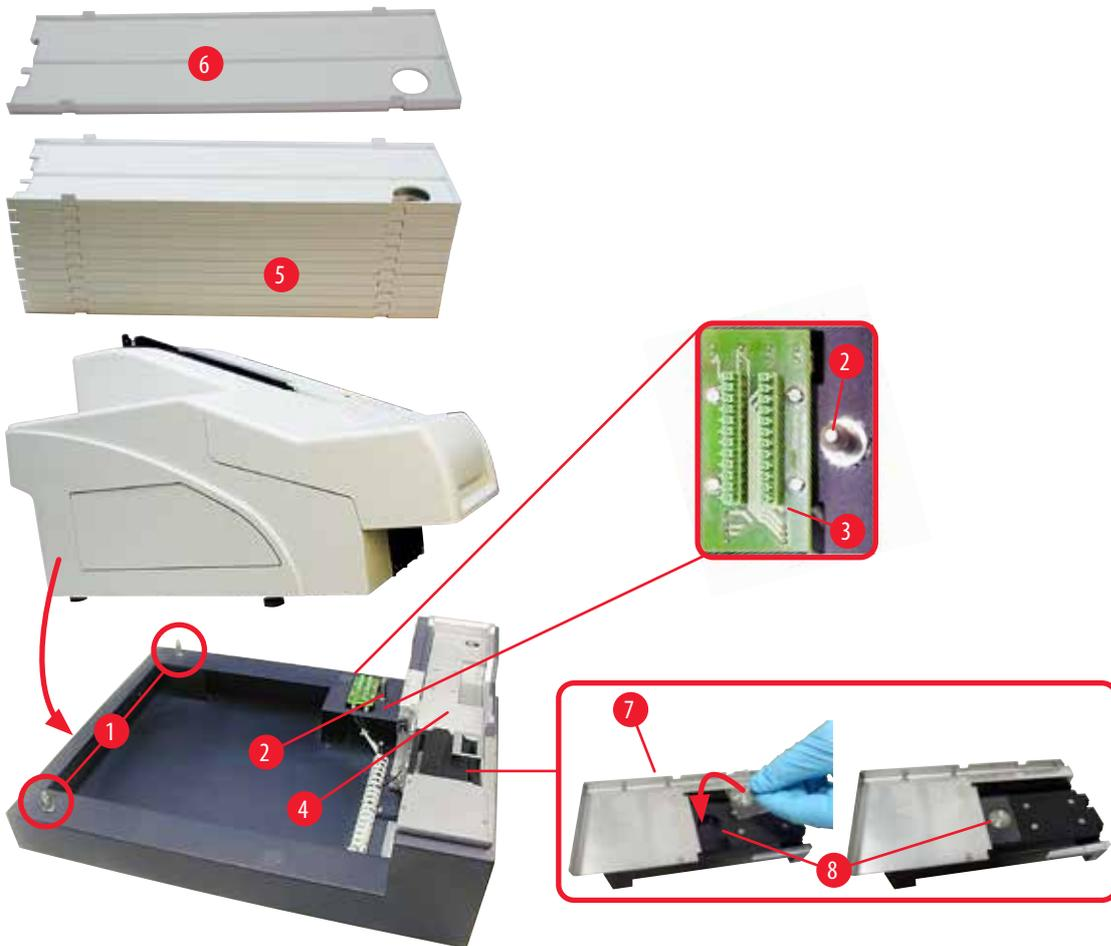

图 12
4. 握住打印机的两侧 (左侧和右侧), 先使打印机两颗后侧螺栓 (→"图 12-1") 恰好卡入底板中, 如 (→"图 12") 所示。